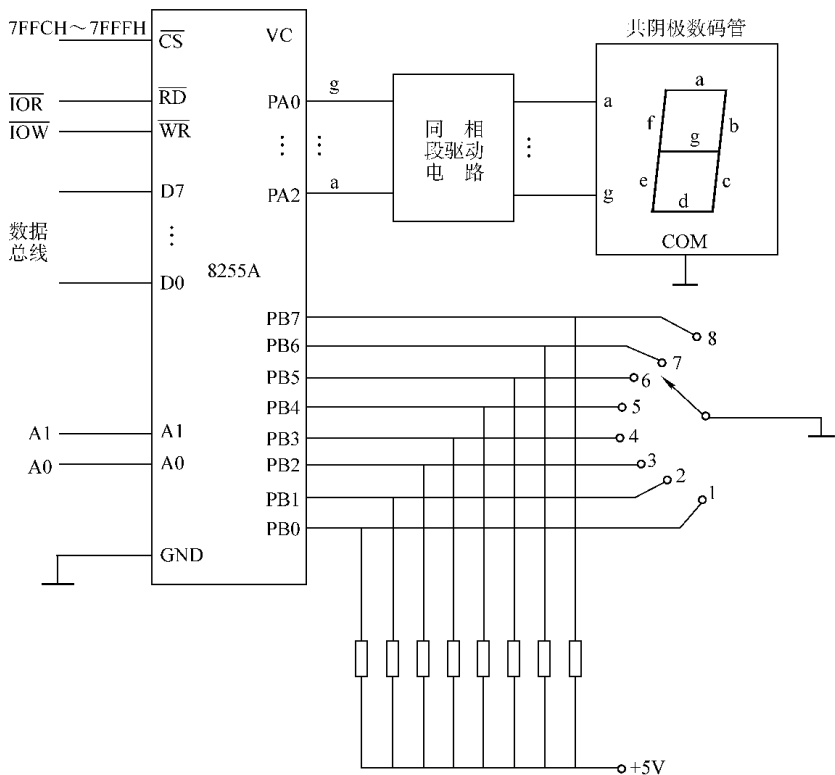

图 8-5 8255A 连接开关、LED 数码管应用电路
2. 对如图 8-5 所示的接口电路，要求编写有关程序段，使当波段开关接至位置 1 到 7 时数码管显示相应的数字 1 到 7，当开关接至位置 8 时，则退出程序。